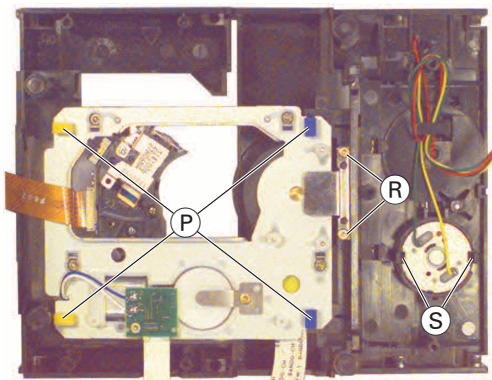

Fig. 7
- 2 Schrauben **R** (Fig. 7) herausdrehen.
- 4 Gummipuffer **P** (Fig. 7) aushängen und die Laufwerksmechanik herausnehmen.
- Rastnase **N** und Schublade an der gekennzeichneten Stelle **M** (Fig. 7) vorsichtig mit einem kleinen Schraubendreher anheben und Schublade ganz herausziehen.
- Rasthaken **S** (Fig. 7) lösen und Lademotor herausnehmen.
- Undo 2 screws **R** (Fig. 7).
- Unhook the 4 rubber shock-mounts **P** (Fig. 7) and remove the drive mechanism.
- Remove the factory-applied protective soldering joints from the laser unit **T** (Fig. 7).
- Carefully lift the locking lug **N** and the tray at the marked position **M** (Fig. 7) with a small screw driver and pull the tray out completely.
- Disengage the Clamps **S** (Fig. 7) and remove the loading motor.